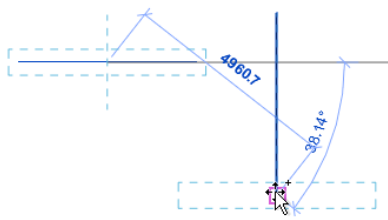

图 2-39 复制图形
- (4) 移动鼠标指针复制图元到适当位置，如图 2-39 所示。